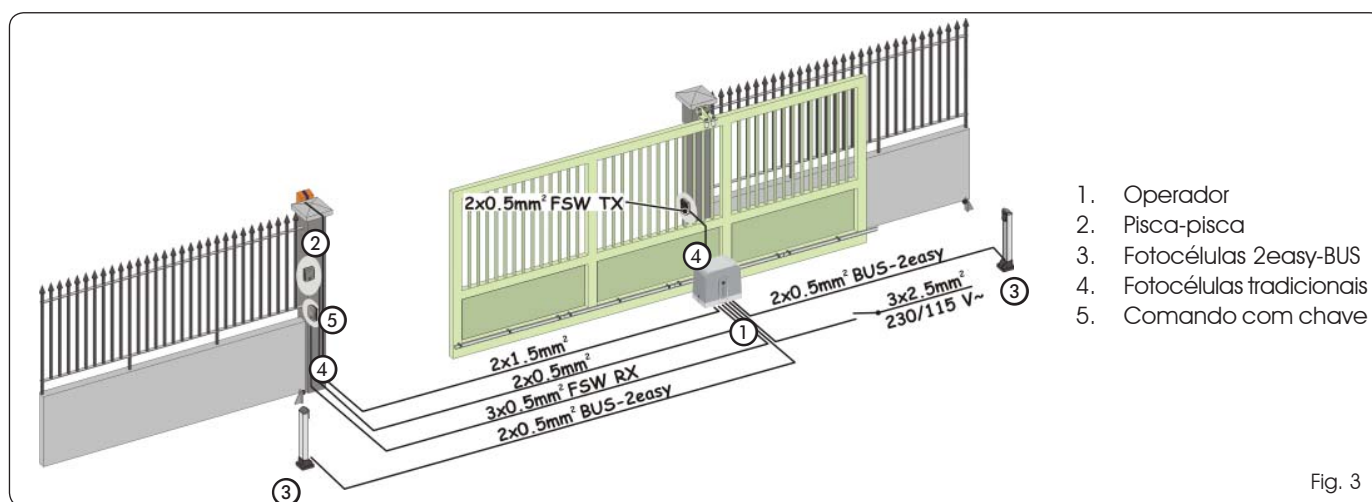

Fig. 3
4. Colocar os cabos elétricos para a ligação aos acessórios e à alimentação elétrica, como na Fig. 3.
- Seguindo as indicações da Fig. 3 predispor os cabos nas canaletas e efetuar as ligações elétricas com os acessórios escolhidos.